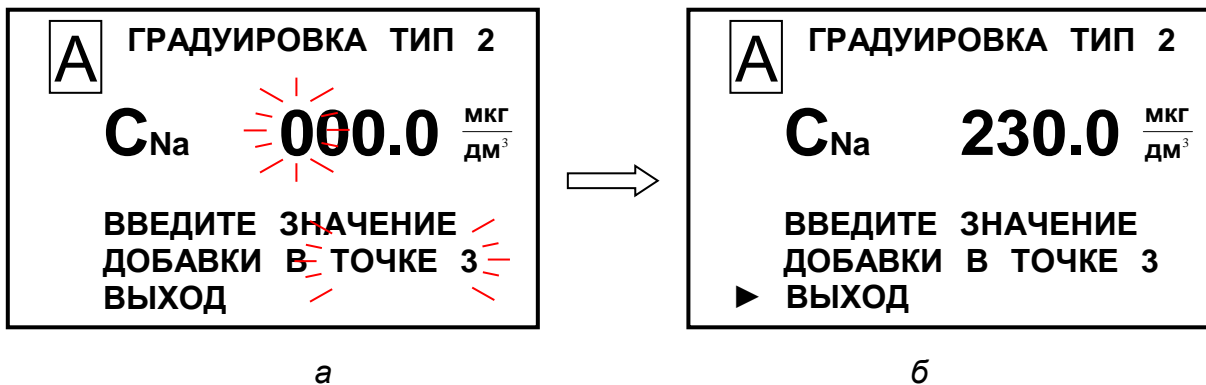

Рисунок 3.28
- 25 Ввести на экране (рисунок 3.28а) значение 230 мкг/дм3.
26 Установить маркер «▶» на строку **ВЫХОД** (рисунок 3.28б) и нажать кнопку « $\frac{\text{МЕНЮ}}{\text{ВВОД}}$ ». Появится экран в соответствии с рисунком 3.29а;